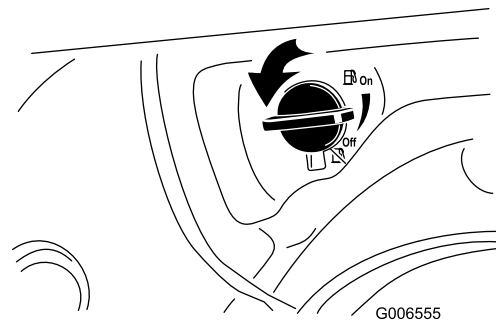

Figure 20
2. Ouvrez le robinet de carburant en le tournant de 1/4 de tour dans le sens antihoraire (Figure 20).